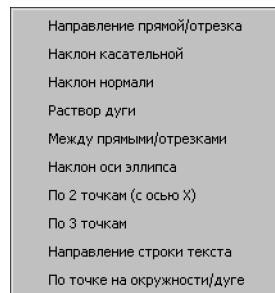

Рис. 16.4. Меню Геометрического калькулятора при задании угла
5. Вызовите контекстное меню в поле угла наклона первой оси эллипса. Это меню содержит команды геометрического калькулятора для задания угла (рис. 16.4).